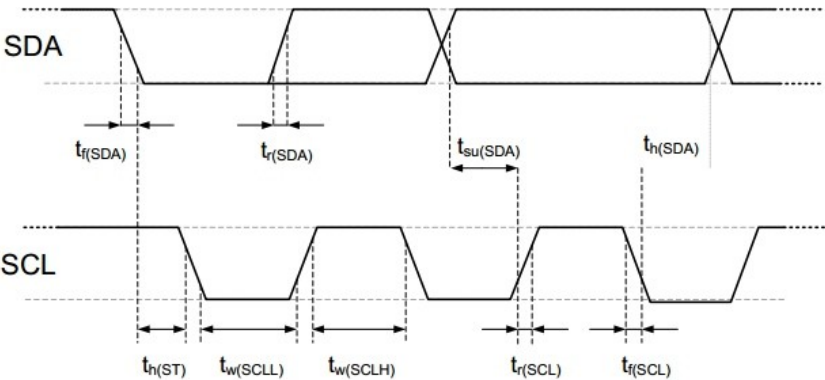

图 17、数字输入/输出端的时序图、缩略语在表 8 中进行了解释。较粗的 SDA 线由传感器控制、普通的 SDA 线由单片机控制。请注意 SDA 有效读取时间由前一个转换的下降沿触发。
SDA 引脚用于传感器的数据输入和输出。当向传感器发送命令时，SDA 在串行时钟 SCL 的上升沿有效，且当 SCL 为高电平时，SDA 必须保持稳定。在 SCL 下降沿之后，SDA 值可被改变。为确保通信安全，SDA 的有效时间在 SCL 上升沿之前和下降沿之后应该分别延长至 TSU and THO（参考图 17）。当从传感器读取数据时，SDA 在 SCL 变低以后有效 (TV)，且维持到下一个 SCL 的下降沿。
电气特性，如功耗、输入和输出的高、低电平电压等，依赖于电源供电电压。为了使传感器通讯顺畅，很重要的一点是，确保信号设计严格限制在表 7、8 和图 17 所给出的范围内。
表 8、I²C 快速模式数字输入/输出端的时序特性。具体含义在图 17 有所显示，除非另有注明。